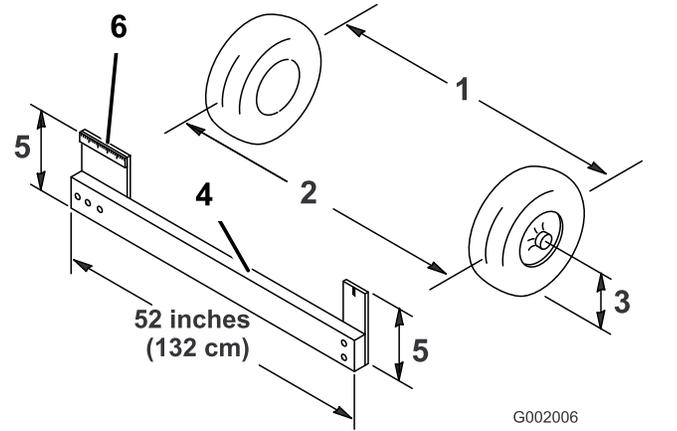

Figura 51
- Mida la distancia entre los dos neumáticos delanteros a la altura del eje en la parte delantera y trasera de los neumáticos delanteros (Figura 51).
delantera de los neumáticos delanteros a la altura del eje (Figura 51).